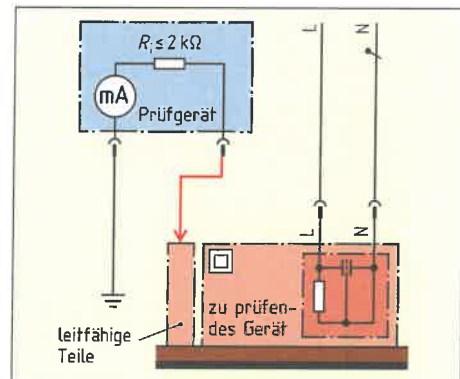

Bild 2: Messung des Berührungsstromes
- b) Ergänzen Sie die Messschaltung (Bild 2)
1. Ermitteln Sie für die Übertragungsstrecke in Bild 2 ( $U_1 = 8 \text{ mV}$ ,  $U_2 = 2 \text{ mV}$ )